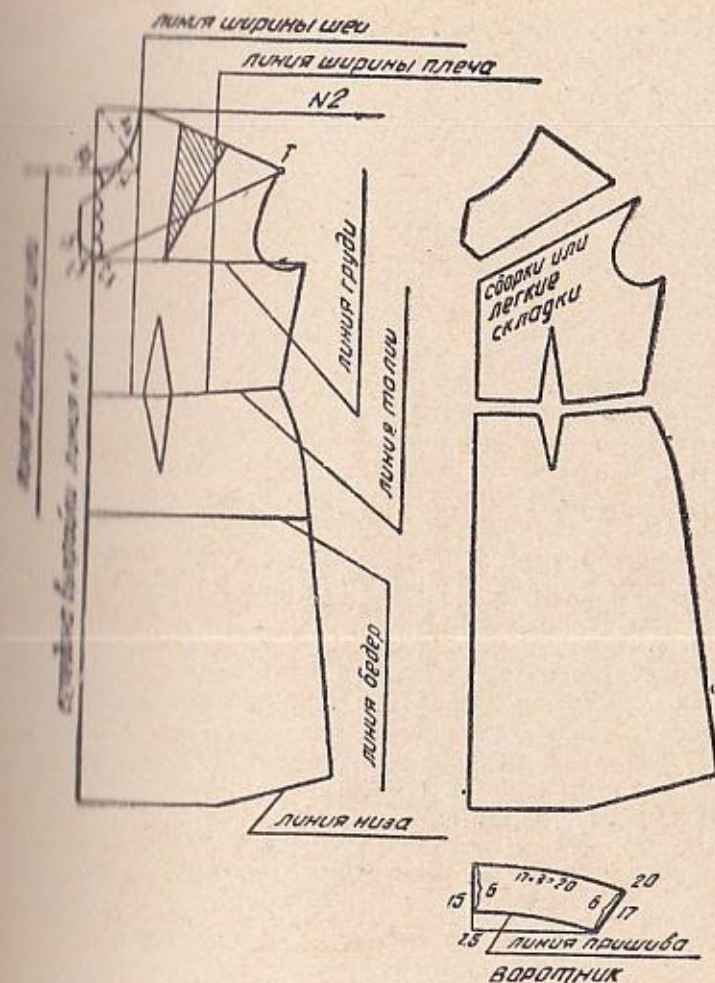

Рис. 22.
- вертикальные: (на рис. 22 это линия № 1) — основания ширины шеи и конца плеча;